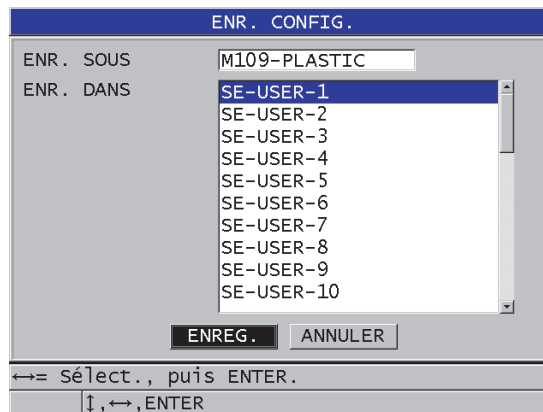

Figure 13-17 Enregistrement de configurations personnalisées
4. Dans l'écran **ENR. CONFIG.** (Figure 13-17 à la page 276), faites ce qui suit :